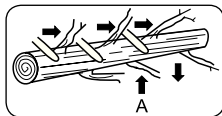

Рис. 12
Обрубка ветвей – это отрезание ветвей уже поваленного дерева. Не отрезайте ветки, поддерживающие ствол и не позволяющие ему скатиться (A), пока не распилите ствол поперек (Рис. 12).